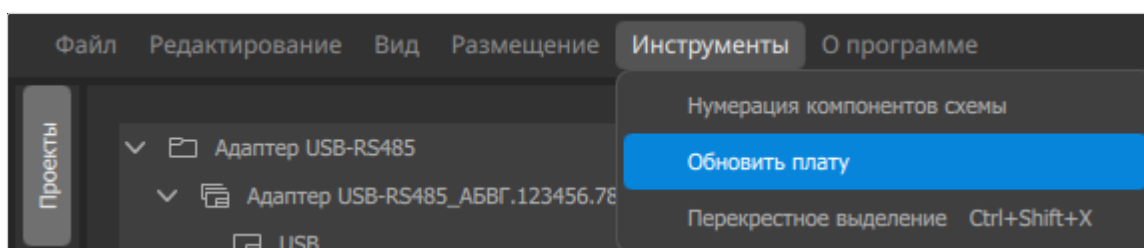

Рисунок 90. Пункт меню «Обновить плату»
- 1) Вызвать команду меню *«Инструменты»* → *«Обновить плату»* (см. рисунок 90).